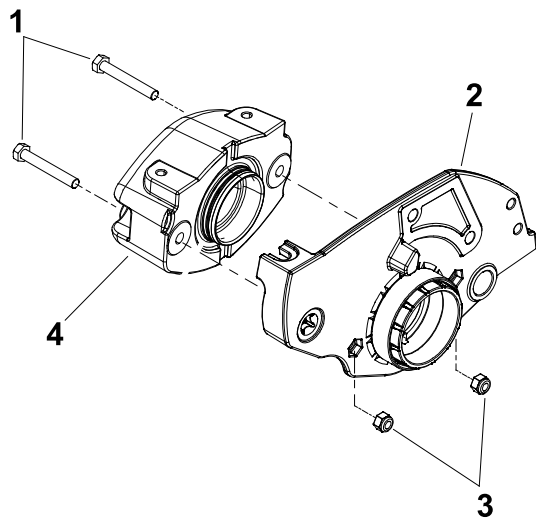

Bild 16
15. Befestigen Sie den Ballast mit den Kopfschrauben und Sechskantmuttern an der rechten Seite der Platte (Bild 16).